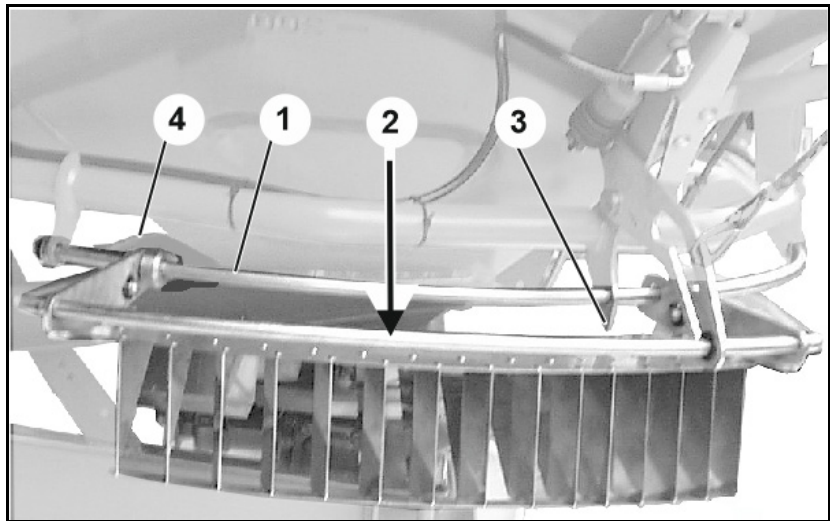

Fig. 76
- Innstillingen gjøres ved å skyve begrensningsskjermen frem og tilbake på føringsbøylen (Fig. 76/1).
- Verdiene som leses av i spredetabellen er å finne igjen på begrensningsskjermen (Fig. 76/2).
- Spissen av sylinderholderen fungerer som viser for innstillingsverdiene (Fig. 76/3).
1. Løsne vrideren (Fig. 76/4).